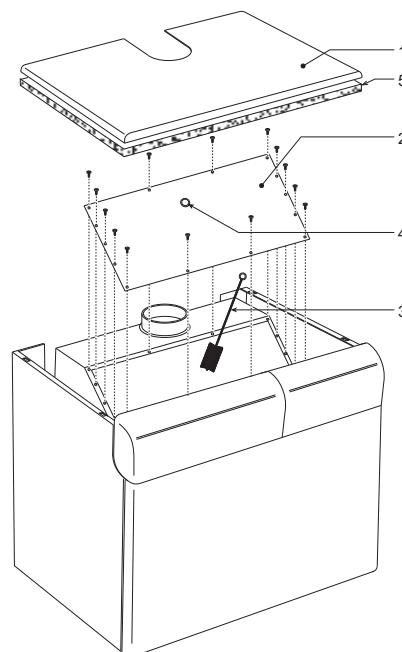

fig. 9 - Limpieza de la caldera
- Para una correcta limpieza de la caldera (ver la fig. 9), proceder del siguiente modo: